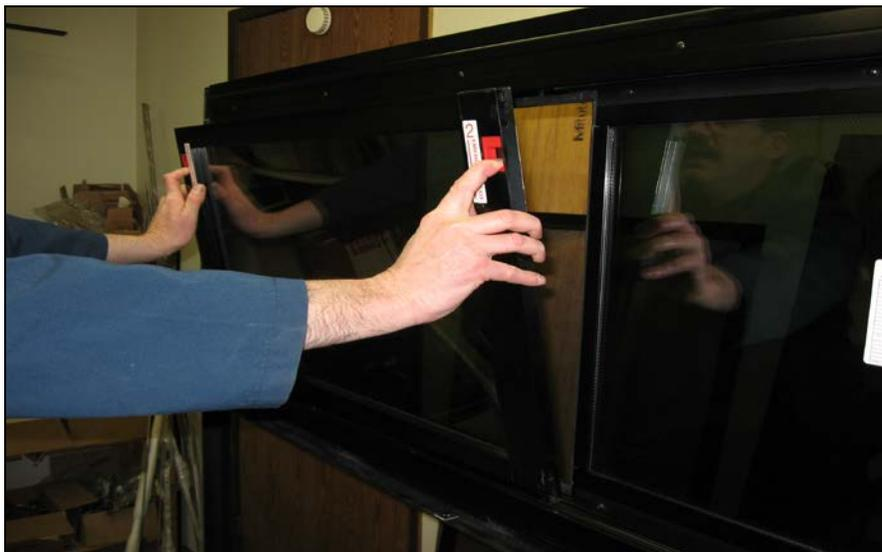

FIGURE 100: RETRAIT DU CHÂSSIS
2. Tirez simultanément les deux loquets de blocage vers le bas et faites pivoter le châssis d'environ 10° vers l'intérieur (Figure 100).